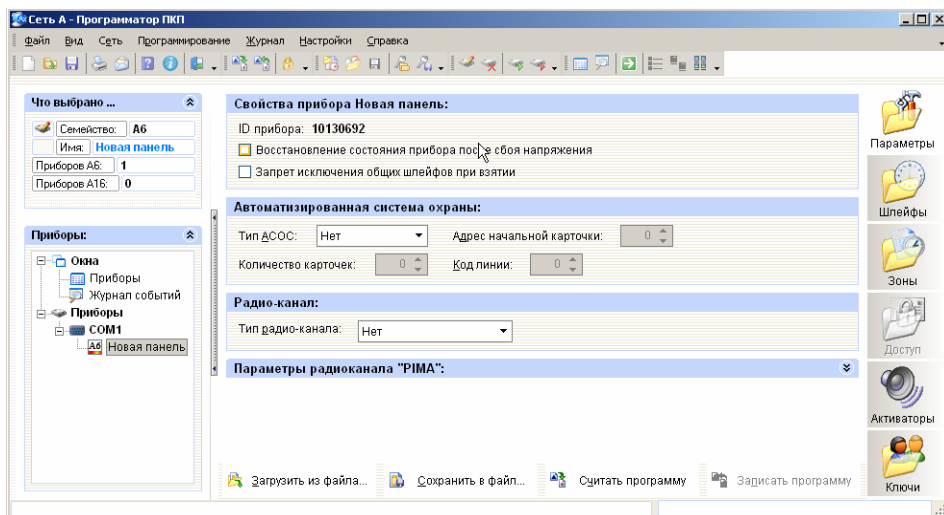

Рисунок 12
2.5.4 Открыть раздел «Параметры» и установить следующие параметры (рисунок 12):